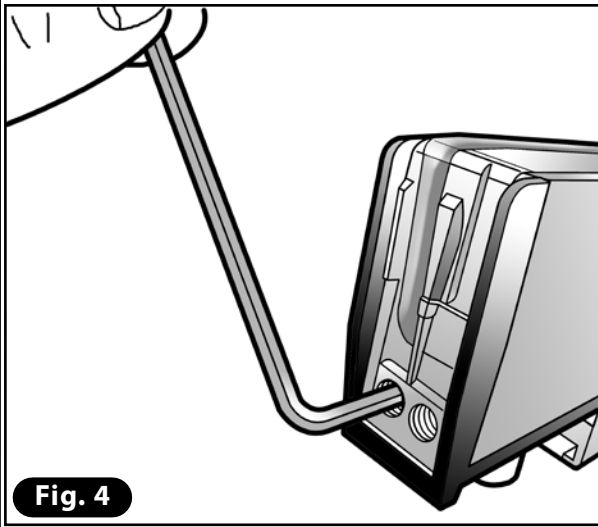

Fig. 4
- 4) Au moyen d'une clé hexagonale, dévisser les vis aux deux extrémités de la barre qui bloque la résistance (Fig. 4).